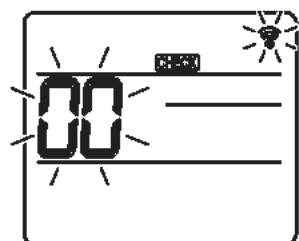
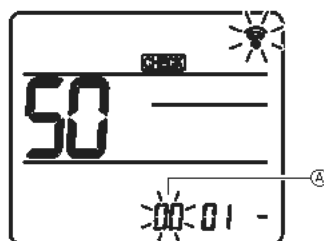
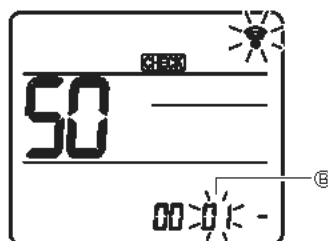
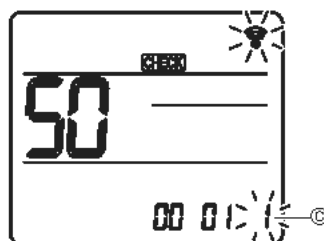

Fig. 7-16
Fig. 7-17
Fig. 7-18
Fig. 7-19
7.4.2. Με ασύρματο τηλεχειριστήριο (Fig. 7-16, Fig. 7-17, Fig. 7-18, Fig. 7-19)
① Μετάβαση στην κατάσταση επιλογής λειτουργίας
Η ένδειξη [CHECK] (Έλεγχος) φωτίζεται και αναβοσβήνει η τιμή "00". (Fig. 7-16)
② Ρύθμιση του αριθμού μονάδας
Πατήστε το κουμπί [] για να ρυθμίσετε τον αριθμό μονάδας ②. (Fig. 7-17)
③ Επιλέξτε μια κατάσταση λειτουργίας
Πατήστε το κουμπί [] για να ρυθμίσετε τον αριθμό κατάστασης λειτουργίας ③. (Fig. 7-18)
④ Επιλογή του αριθμού ρύθμισης
Χρησιμοποιήστε το κουμπί [] για να αλλάξετε τον αριθμό ρύθμισης ④. (Fig. 7-19)